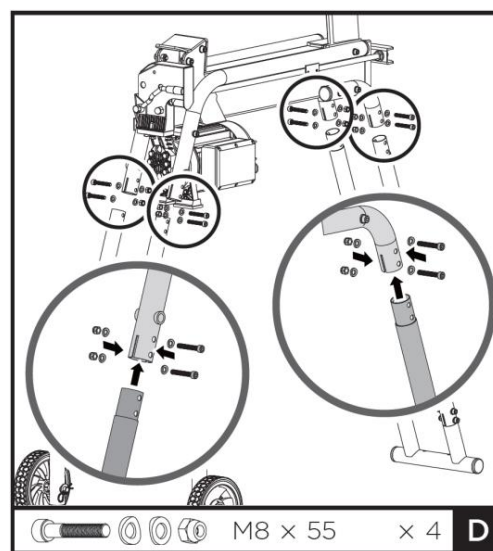

Fig. 4d
5. Insérez les extrémités supérieures des tubes de connexion avant et arrière (j et k) dans les ouvertures des cadres de support pré-assemblés de l'unité principale. Assurez-vous que les trous de montage sont alignés. Fixez la connexion à l'aide de boulons M8x55, de rondelles et d'écrous (D) (quatre boulons, rondelles et écrous ont été retirés à l'étape 1). Reportez-vous à la figure 4d.